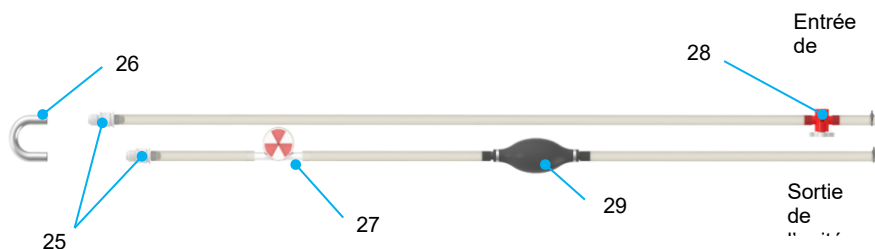

Figure 7 Tubage de l'unité thermique
L'unité thermique maintient la température de la solution de perfusion en circulation à l'aide d'éléments Peltier. En fonction de la température réglée, ces éléments refroidissent ou chauffent le circuit d'eau interne par effet thermoélectrique. Pour transférer la température du circuit d'eau interne à la solution de perfusion, l'unité thermique est raccordée par un tuyau en silicone aux orifices de l'échangeur de chaleur des deux oxygénateurs ; voir Figure 5 et Figure 7. L'orifice de sortie de l'unité thermique est relié à l'orifice « entrée d'eau » de l'échangeur de chaleur et l'orifice d'entrée de l'unité thermique est relié à l'orifice « sortie d'eau » de l'échangeur de chaleur.
- Placez le tubage thermique (Figure 7) avec le coupleur de tubage d'eau (élément 26) aussi bas que possible. Lors du remplissage et du dégazage (section 2.3.1), veillez à ce que l'entrée et la sortie de l'unité thermique (Figure 7, éléments 21 et 22) se trouvent au point le plus haut, de sorte que les bulles d'air se déplacent vers l'unité thermique.
- Pressez à plusieurs reprises le ballon de dégazage (Figure 7, élément 29) pour expulser autant d'air que possible du tubage thermique.